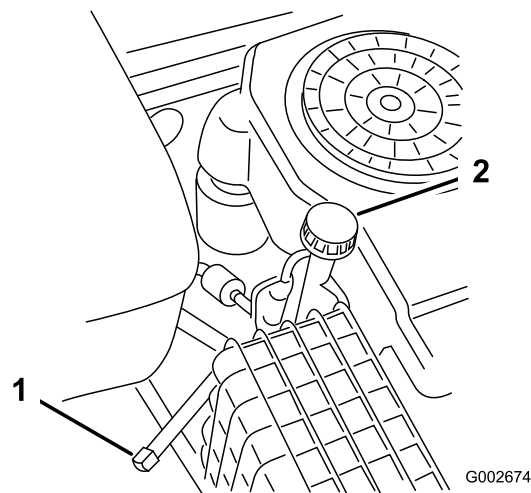

Figure 22
5. Placez un bac de vidange sous l'orifice de vidange. Enlevez le bouchon de vidange (Figure 22).
6. Quand toute l'huile s'est écoulée, remplacez le bouchon de vidange. (Figure 22).
7. Nettoyez la surface autour du bouchon de la jauge d'huile et dévissez le bouchon (Figure 22).
8. Versez avec précaution environ 80% de la quantité d'huile spécifiée dans le goulot de remplissage (Figure 22) (voir Vidange de l'huile moteur et remplacement du filtre).